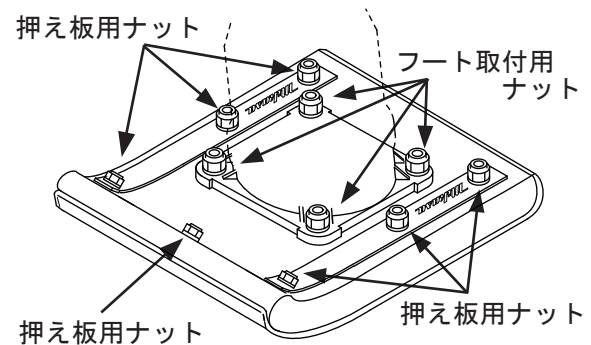

図 2
5. フット取付用ナットと押え板用ナットの増し締めを行ってください。長期間使用しているとフットが摩耗して隙間が発生し、ボルトが損傷する恐れがあります。必ず、御使用前に増し締めを行ってください。(図2)